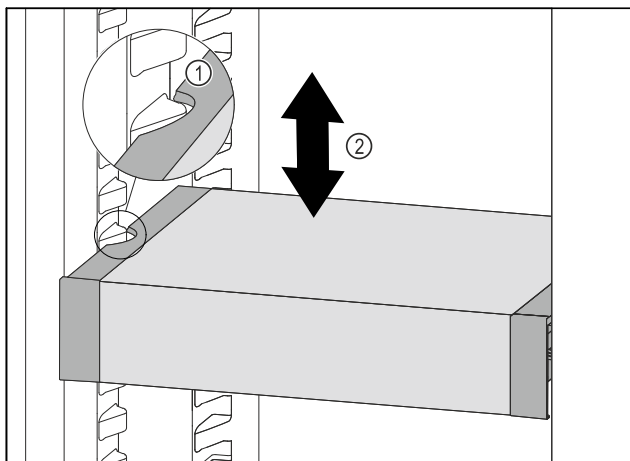

Fig. 202
- Tërhiqni VarioSafe për nga përpara, derisa foletë anësore të VarioSafe të jenë në lartësinë e brinjëve të kutisë në pjesën e ftohjes. Fig. 202 (1)
- Lëvizni VarioSafe për lart ose për poshtë në pjesën e ftohjes, derisa të arrihet lartësia që dëshironi. Fig. 202 (2)